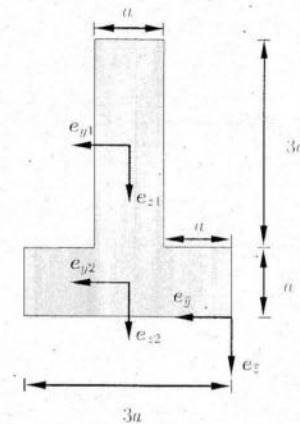

Abbildung 1.3: Querschnittsgeometrie des Biegebalkens.
- 1.6) Die Querschnittsgeometrie eines Biegebalkens ist zusammengesetzt aus zwei Rechtecken mit den Seitenlängen a und $3a$, siehe Abb. 1.3. Das $\{e_{y1}, e_{z1}\}$ - und $\{e_{y2}, e_{z2}\}$ -Koordinatensystem liegen im Flächenmittelpunkt des zugehörigen Rechtecks. Berechnen Sie mit Hilfe des Satzes von Steiner das axiale Flächenträgheitsmoment $I_{\bar{y}}$ des gesamten Querschnitts bezüglich des $\{e_{\bar{y}}, e_{\bar{z}}\}$ -Koordinatensystems. Gegeben ist folgende Größe: a